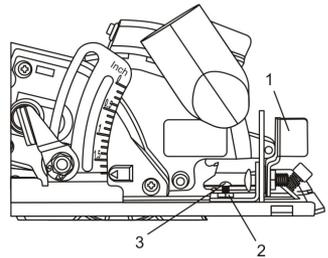

Figure 4
1. Desserrer le levier de verrouillage de biseau (1) et tourner la semelle vers le repère à 0 degré jusqu'à la butée et serrer le levier de verrouillage de l'angle du biseau (figure 4).
3. Si la coupe d'essai n'est pas à 90 degrés, tourner l'écrou de blocage du réglage « zéro » (2) dans le sens antihoraire (environ ¼ de tour) à l'aide d'une clé de 7 mm.
4. Utiliser un tournevis n° 2 (+) pour visser ou dévisser la vis de réglage de biseau « zéro » (3) jusqu'à ce que la scie coupe à un angle de 90 degrés lorsque la semelle est en contact avec la vis de réglage.